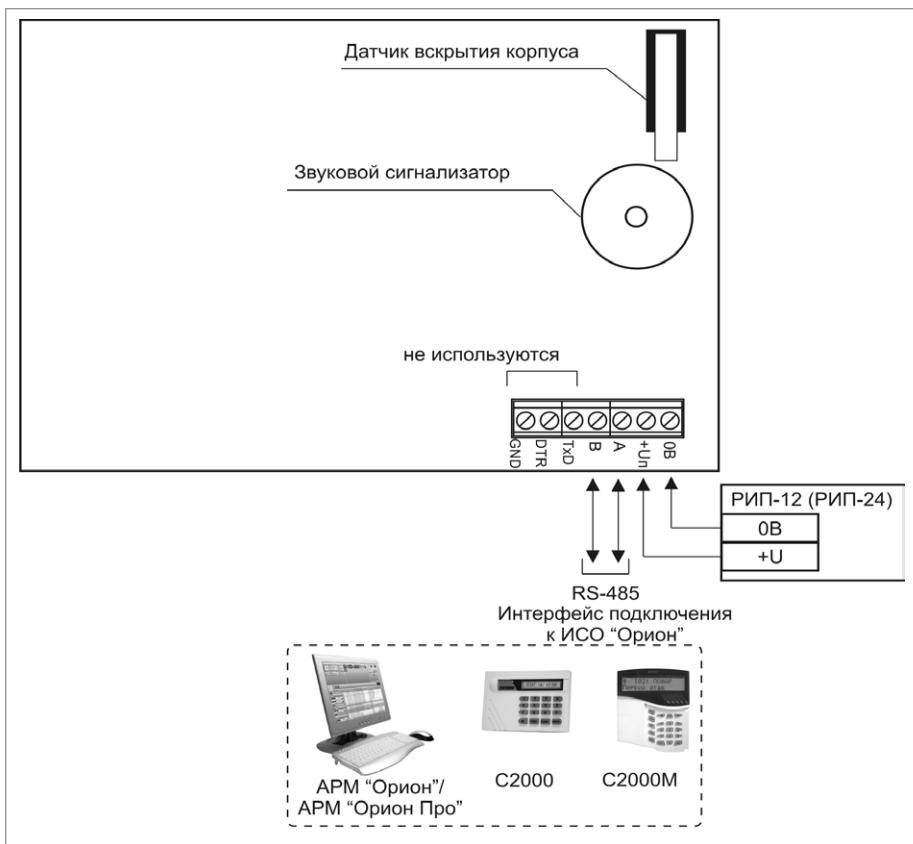

Рисунок 4. Схема внешних соединений клавиатуры «C2000-К»
- Подключение соединительных линий выполняйте в соответствии с проектной документацией и схемой на рис.4.